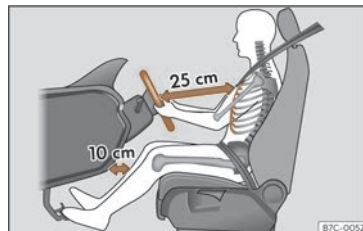

Fig. 6 La separació correcta entre el conductor i el volant ha de ser de 25 cm com a mínim (10 polzades).
- Ajusteu el volant de manera que quedi a una distància, d'almenys, 25 cm (10 polzades) de l'estern»» fig. 6 i el pugueu subjectar amb les dues mans pels costats, per la part exterior, amb els braços lleugerament flexionats.
- Ajusteu longitudinalment el seient de manera que pugueu trepitjar a fons els pedals amb els genolls lleugerament flexionats i que quedi una distància entre la zona dels genolls i el tauler d'instruments d'almenys 10 cm (4 polzades)»» fig. 6.